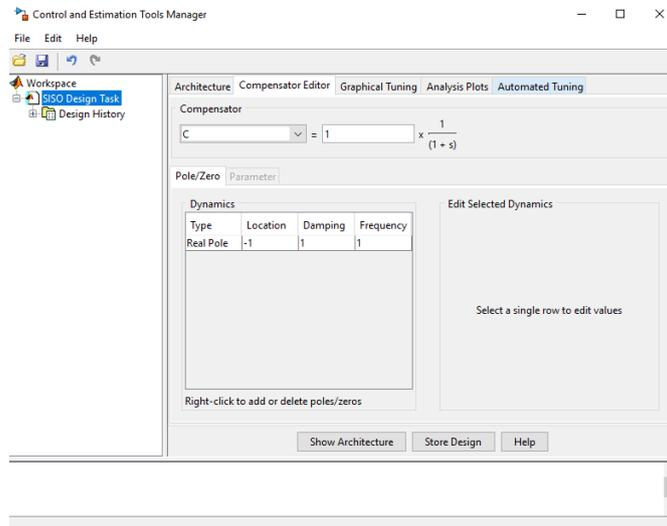

FIGURE 2 – Fenêtre de configuration du correcteur
- onglet Compensator Editor : le contenu de cet onglet est représenté sur la Figure 2. Cet onglet permet de régler le correcteur, le correcteur étant défini dans cet onglet comme le correcteur défini précédemment (sur la Figure 2, on a défini  $C(p) = \frac{1}{1+p}$ ) que multiplie un gain réglable. Ce gain peut être modifié à la main et son impact sur les diagrammes fréquents peut être observé en temps réel. Il vous est également possible de rajouter des zéros et/ou des pôles au correcteur en effectuant un clic droit sous le titre Dynamics, chaque zéro ou pôle réel et chaque couple de zéros ou pôles complexes conjugués se traduisant par une ligne, comme vous pouvez le voir sur la Figure 2 pour le pôle réel en  $p = -1$ . Il vous est ensuite possible de modifier la position de ces zéros ou pôles, soit en cliquant sur la ligne associée, soit en déplaçant les zéros (cercles rouges) et les pôles (croix rouges) dans les diagrammes fréquents.